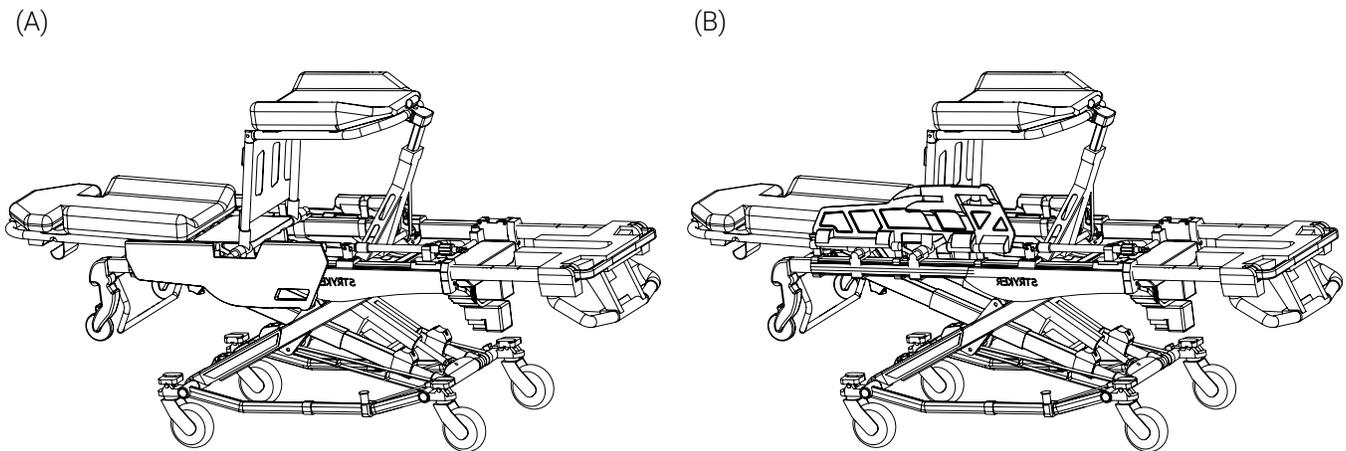

Figure 4: Préparation de la civière - sommier de pied levé/barrière latérale levée
4. Lever le sommier de pied afin d'avoir plus d'espace pour l'installation (Figure 4 A).
5. Lever la barrière latérale pour accéder au couvercle du boîtier des blocs de glissement à l'aide de la poignée (Figure 4 B).
6. Baisser le sommier de pied et la barrière latérale (Figure 4).